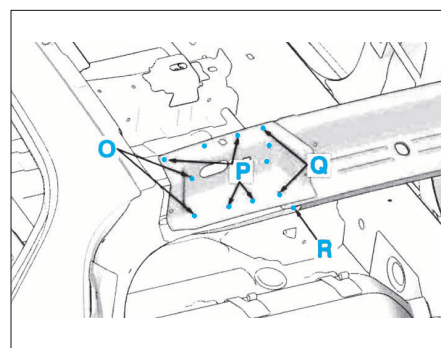

FIG. 75
- Dépointer les traverses aux endroits indiqués O,P,Q et R (Fig.75).